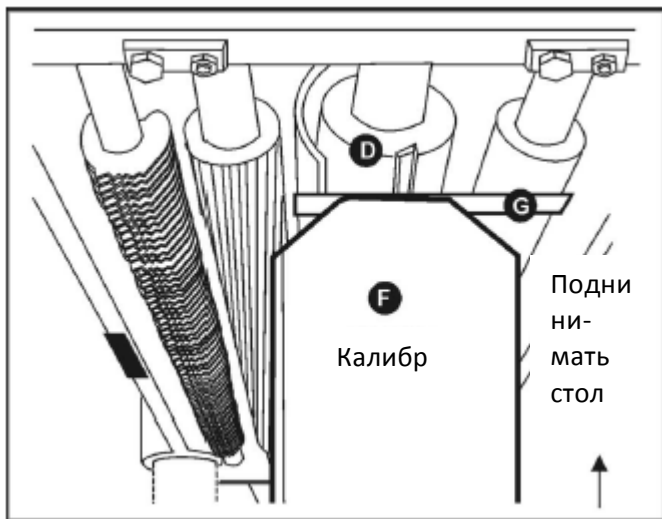
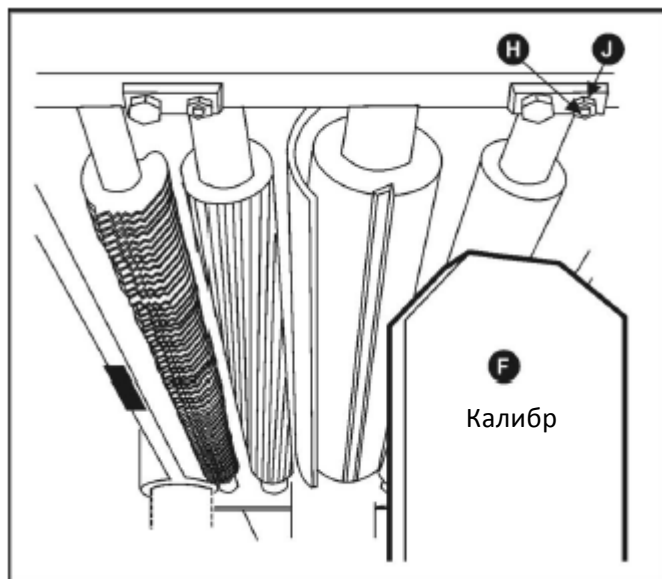

Рис. 25
Рис. 26
3. Поставить калибр (F, рис. 25) на стол непосредственно под режущим валом (D, рис. 25).
4. С щупом толщиной 0,5 мм (G, рис. 25), помещённым на верхней части калибра, поднимать рабочий стол до тех пор, пока нож слегка не коснётся щупа, когда нож находится в самой нижней точке. Больше не перемещать рабочий стол до выполнения регулировки выводного ролика.
5. Снять щуп и калибр, переместить калибр (F, рис. 25) под один конец выводного ролика. Низ выводного ролика должен слегка касаться верха калибра. При необходимости в регулировке выводного ролика ослабить контргайку (J, рис. 26) и поворачивать винт (H, рис. 26) до тех пор, пока выводной ролик слегка не коснётся калибра. Затем затянуть контргайку (J, рис. 26).